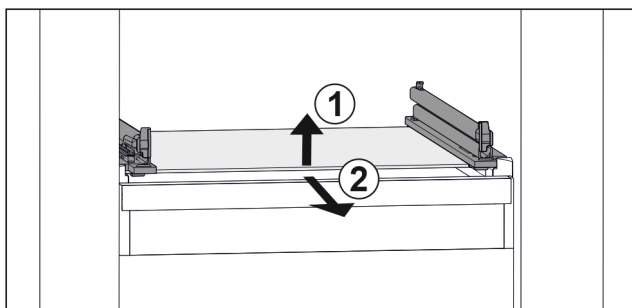

Fig. 160 Príklad zobrazenia sklenenej dosky
- ▶ Nadvihnite sklenenú dosku vpred. Fig. 160 (1)
- ▶ Odoberte sklenenú dosku dopredu. Fig. 160 (2)